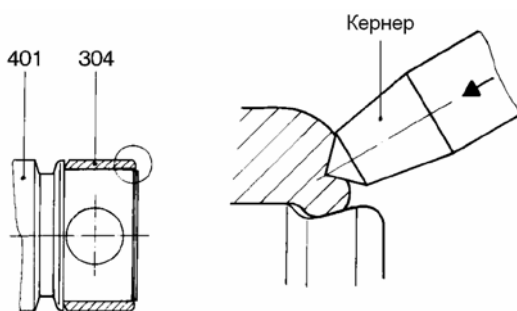

Рисунок 6: Блокировка удерживающей втулки.
Для выполнения этой операции поместите край удерживающей втулки (304) в канавку на головке ротора (401) с помощью одного движения кернером (пожалуйста, обратитесь к рис. 6).